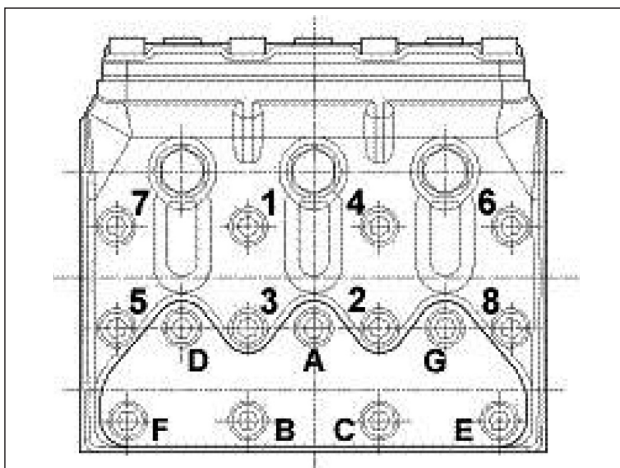

Fig. 24
** Os parafusos de fixação do cabeçote pos. de explosão 39 devem ser apertados com chave dinamométrica, lubrificando a haste rosqueada, respeitando a ordem relacionada no esquema da Fig. 24.
*** Os parafusos de fixação da cobertura da válvula da pos. de explosão 40 devem ser apertados com chave dinamométrica, lubrificando a haste rosqueada, respeitando a ordem relacionada no esquema da Fig. 24.